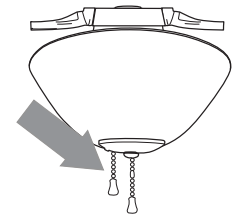

Fig. 1
1. La cadena de encendido (localizada a un lado) tiene cuatro posiciones para controlar la velocidad del ventilador. Jálela una vez para la velocidad ALTA, dos veces para la velocidad MEDIA, tres veces para la velocidad BAJA y cuatro veces para APAGAR el ventilador. [Fig. 1]